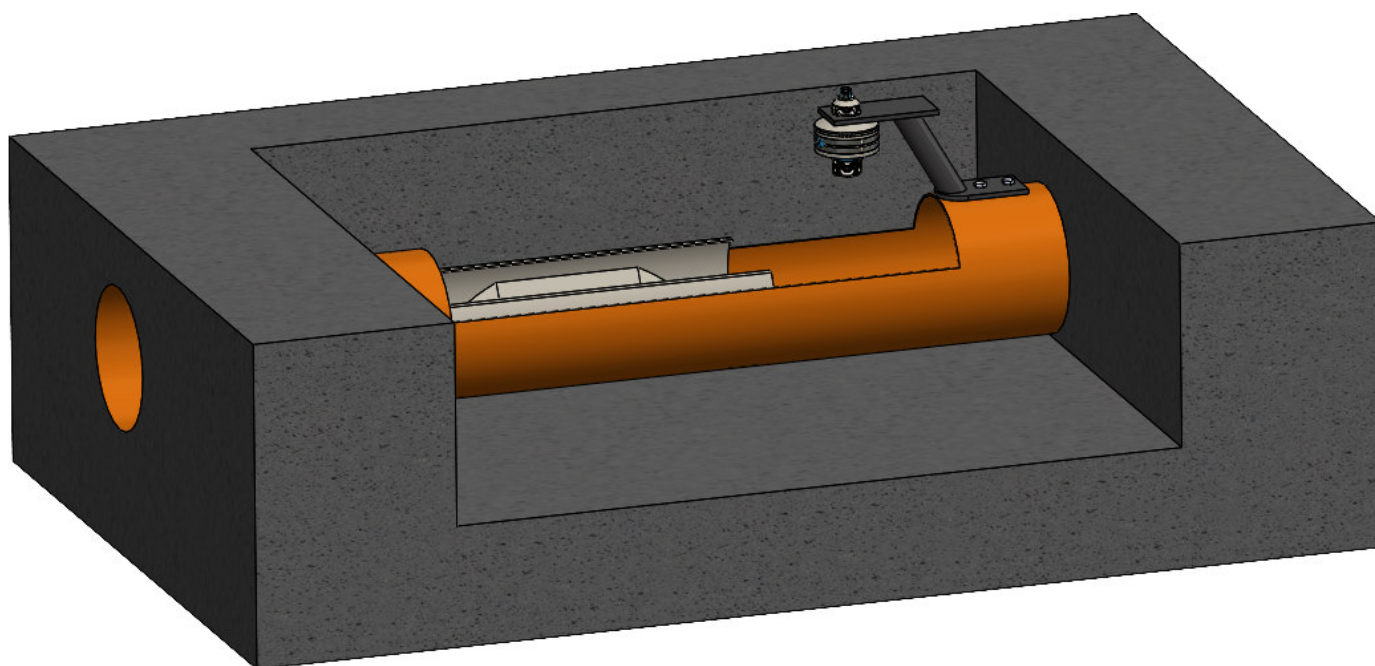

Fig. 1
Il canale artificiale Palmer-Bowlus è usato abitualmente nei condotti interrati con tombini d'ispezione (fig.1), anche se le sue dimensioni lo hanno reso un mezzo interessante per il monitoraggio della portata in molti tipi di canali. È ideale per gli studi e il monitoraggio di deflusso in installazioni permanenti e temporanee.
- 1) aprendo la parte superiore del tubo e posizionando il canale Palmer-Bowlus direttamente nell'apertura creata (vedi es. in fig.1)